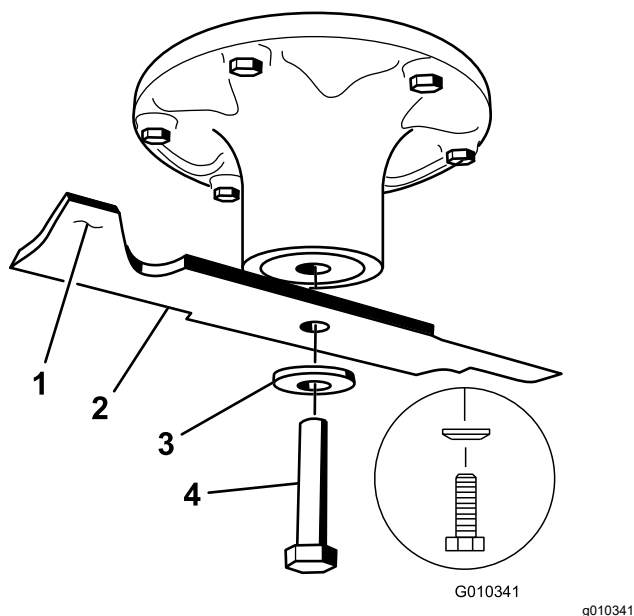

Figura 77
2. Retire del eje el perno de la cuchilla, la arandela curva y la cuchilla (Figura 77).